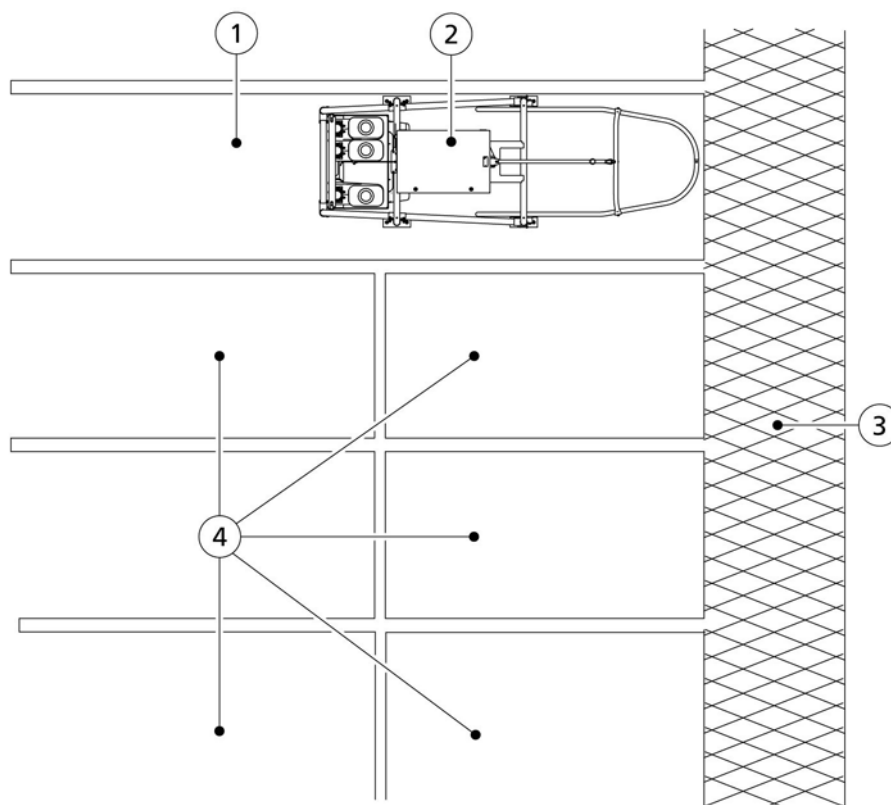

Figure 15. Näide: paigaldamine laudas
1. Asetage eesmine värav (1, fig. 15, page 5-5) põrandale ja hoidke seda kinni.